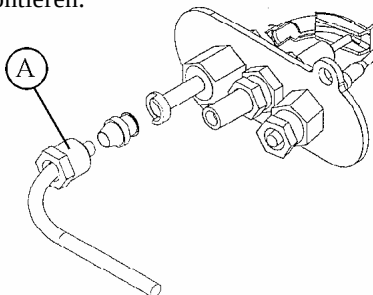

Fig. 6
Die Spannmutter (A) der Zündflammenleitung losdrehen und die Leitung aus dem Zündflammenbrenner ziehen. (Fig. 6). Sie müssen die montierte Einspritzdüse kontrollieren und, wenn notwendig, gegen eine neue auswechseln. Kontrollieren Sie die Kodenummer (siehe technische Daten). Darauf müssen Sie die Zündflammenleitung wieder montieren.
Loosen the tightening nut (A) of the pilot-flame pipe and pull the pipe out of the pilot-flame burner (Fig. 6). Check the nozzle and if necessary, replace it by a new one. Check the code number (see technical data). Subsequently, reattach the pilot-flame pipe.
Loosen the tightening nut (A) of the pilot-flame pipe and pull the pipe out of the pilot-flame burner (fig. 6). Remove the fitted nozzle and replace it by a new one. Check that the code number is correct (see technical data). Now reattach the pilot-flame pipe.